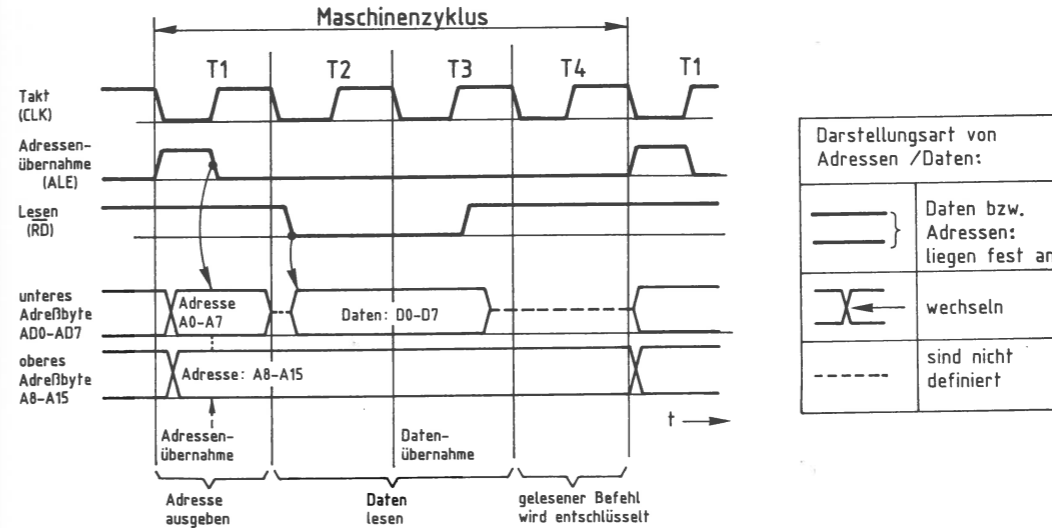

Bild 50: Der Signalverlauf »Befehl holen und entschlüsseln« (Befehlsholphase).
Bild 50 zeigt den Verlauf einiger wichtiger Signale der Befehlsholphase. Die Abarbeitung erfolgt während der Taktzyklen T1 bis T4.
**Beschreibung des Signalverlaufes von Bild 50:**
Dies entspricht dem Vorgang in Bild 50. Das hinzugekommene Steuersignal  $\overline{IO/\overline{M}}$  (Input-Output/Memory = Eingabe-Ausgabe/Speicher) zeigt durch L-Pegel an, daß der Befehl aus dem Speicher geholt wird.